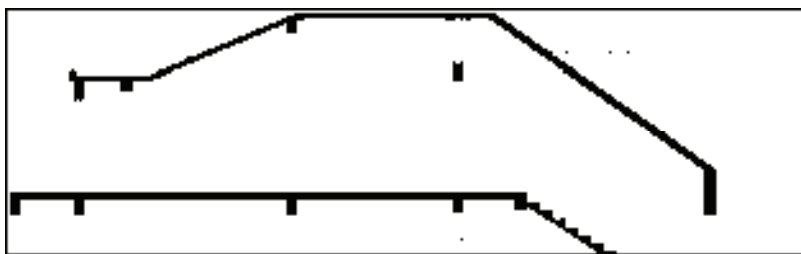

图 14-178 填充结果
25) 在“图案填充和渐变色”对话框中选择 SOLID 图案，为屋顶绘制填充图案，结果如图 14-178 所示。